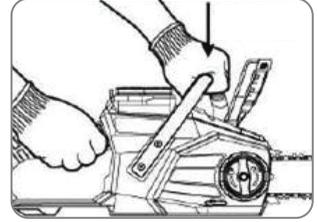

Abb. 3
- Die Finger sollten den Griff umschließen, wobei der Daumen unter dem vorderen Griff positioniert ist (siehe Abb. 3).